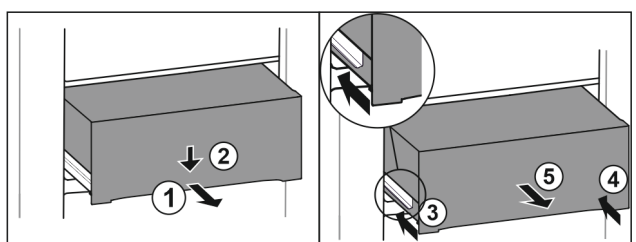

Fig. 57
- ▶ Zásuvku napůl vytáhněte. Fig. 57 (1)
- ▶ Stlačte zásuvku na přední straně dolů. Fig. 57 (2)
- ▶ Zasuňte levou kolejničku přibližně do 2 cm. Fig. 57 (3)
- ▶ Zasuňte pravou kolejničku přibližně do 2 cm. Fig. 57 (4)
- ▶ Vyjměte zásuvku dopředu. Fig. 57 (5)